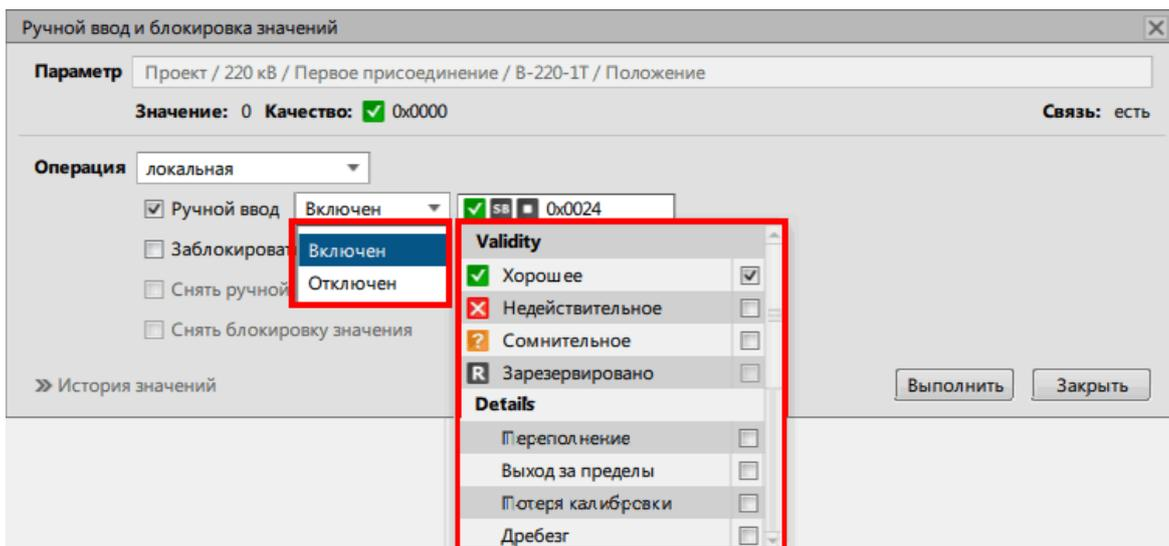

Рисунок 180 - Локальная операция
- c. Выберите состояние/значение и признаки качества (Рисунок 180).